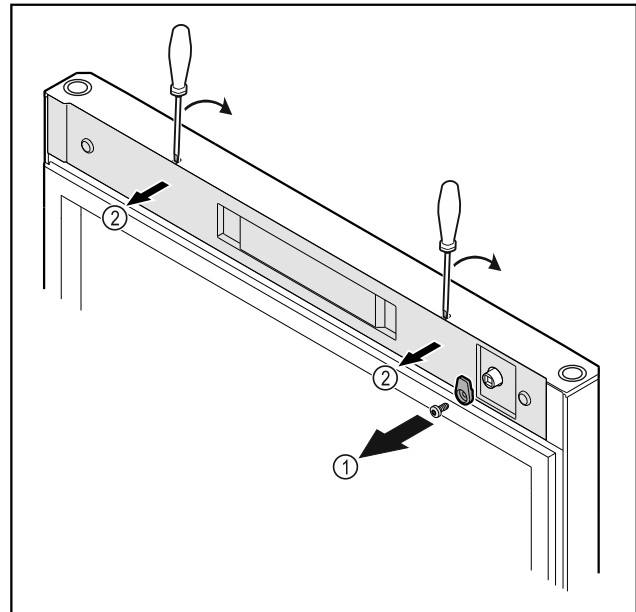

Fig. 11
- ▶ Открутите запорный крючок Fig. 11 (1).
- ▶ С помощью небольшой отвертки освободите крышку Fig. 11 (2) от фиксации и снимите ее.